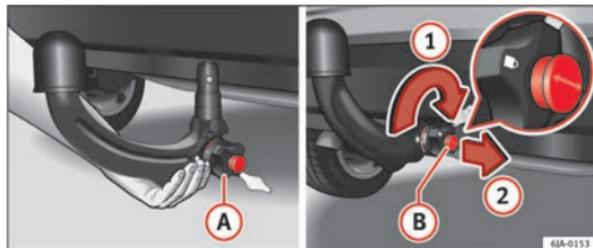

Fig. 117 Colocação da barra de cabeça esférica/fecho da fechadura e extração da chave
- Segure a barra de cabeça esférica por baixo ⇒ Fig. 117 e introduza-a no casquilho de fixação até ao limite e ouvir que encaixa ⇒ ⚠.